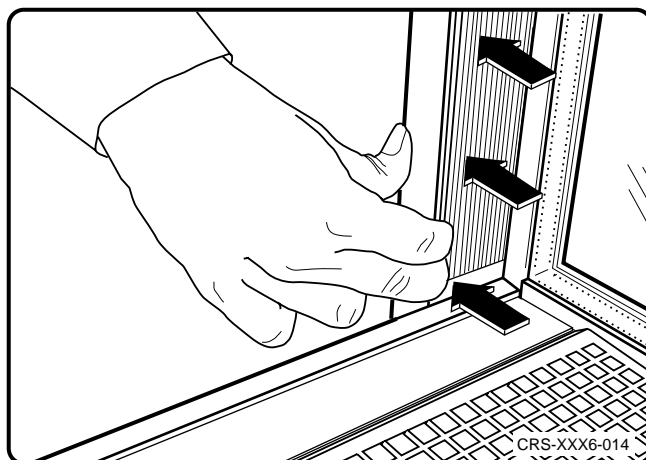

Fig. 8
- Colocar el recubrimiento, tal como se muestra en la fig. 8, y apretar hacia arriba.
- Monte a cobertura, tal como indicado na fig. 8, e pressione-a para cima.
- Afdekking zoals aangegeven in afb. 8 aanbrengen en naar boven vastdrukken.